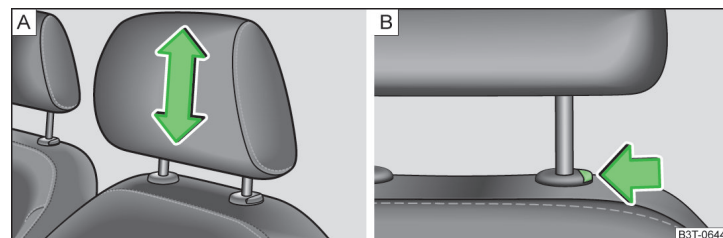

Fig. 69 Appuie-têtes : réglage/démontage
- Saisir des deux mains l'appuie-tête par les côtés et le pousser vers le haut dans la position souhaitée » fig. 69 - **A**.
- Si vous souhaitez abaisser l'appuie-tête, appuyez et maintenez la touche de verrouillage » fig. 69 - **B** d'une main et poussez en même temps l'appuie-tête vers le bas de l'autre main.
- Pousser la touche de verrouillage dans le sens de la flèche » fig. 69 - **B** et retirer l'appuie-tête.